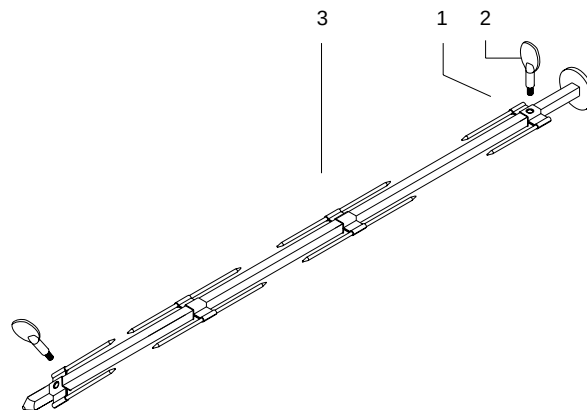

Fig.5
- Placez le pic simple (1) sur la broche (3) jusqu'à ce qu'il arrive sur l'arrêt de celle-ci et fixez le avec le vis (2) Fig.5
- Placez ensuite le poulet sur la broche en le fixant avec le pic placé avant introduisez sur la broche en pic double (4) et un poulet, répétez cette opération jusqu'au chargement de la broche et placez en dernier un pic simple et fixez le avec sa vis.